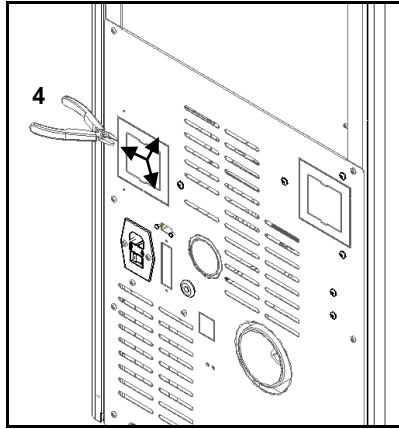

Figura 129 - Retirada de la tapa posterior
d) En la parte posterior del equipo, retire la tapa marcada en la Figura 129, cortando en las áreas marcadas con un alicate de corte (4).